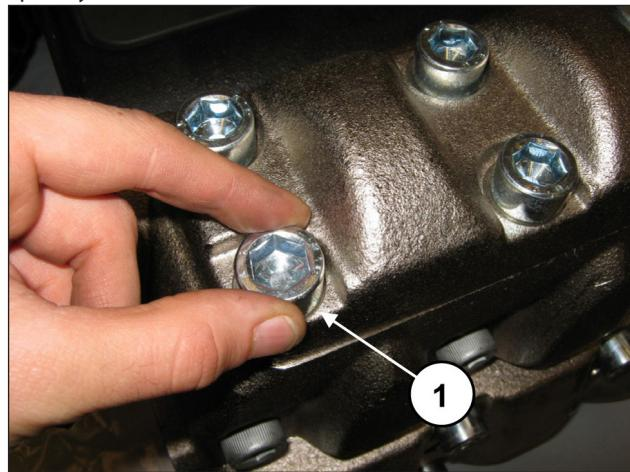
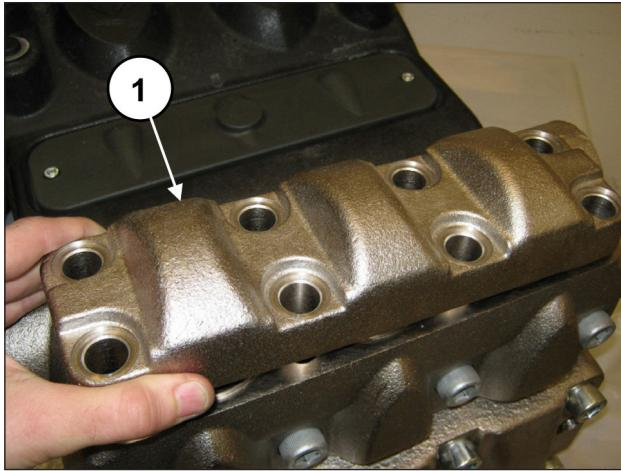

Рис. 135
Рис. 136
Для извлечения клапанных узлов действуйте следующим образом: Открутите 8 винтов M16x45 на крышке узла нагнетательных клапанов (поз. ①, Рис. 135) и снимите крышку (поз. ①, Рис. 136).